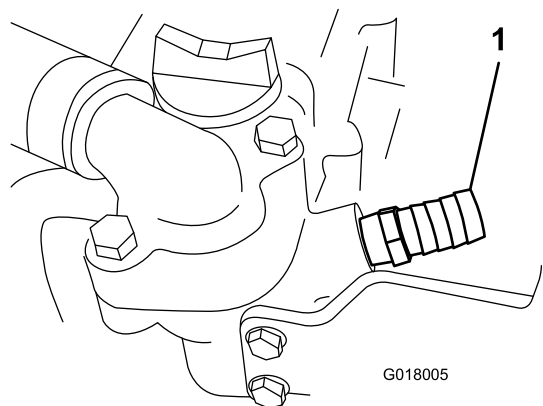

Рисунок 26
2. Поместите внизу сливной поддон. Удалите заглушку под корпусом в передней части термостата, нанесите герметик для труб на резьбу прямого штуцера ($\frac{5}{8}$ дюйма) и установите штуцер на машину (Рисунок 26).